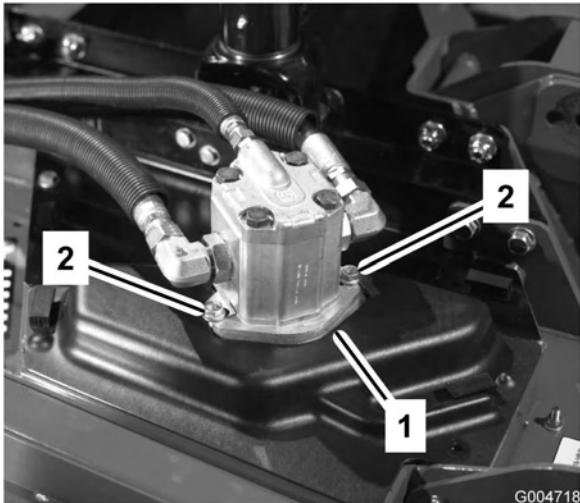

Bild 66
- Entfernen Sie die Schrauben, mit denen der Hydraulikmotor am Mähwerk befestigt ist (Bild 66). Heben Sie den Motor vom Mähwerk ab und legen ihn auf die Oberseite des Mähwerks.